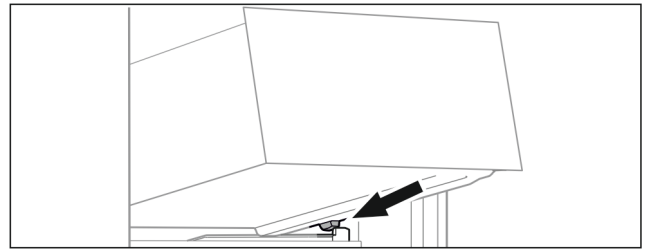

Fig. 29
- Schubfach schräg hinter den Stoppern auf Behälterrippe aufsetzen. (siehe Fig. 29)